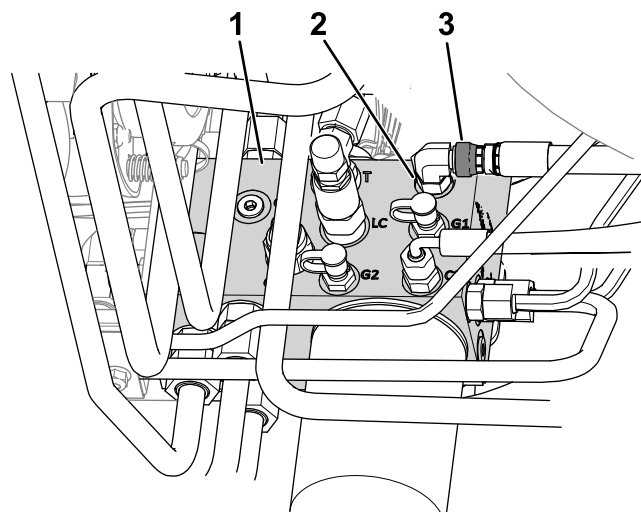

Bild 9
- B. Lösen Sie die Schlauchüberwurfmutter, die den Anschluss C1 am Hydraulikverteiler befestigt (**Bild 9**).